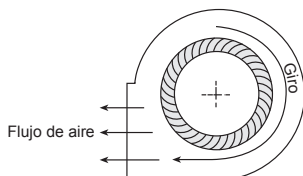

Figura 10
- c. Verifique el giro de la rueda activando momentáneamente la unidad y observe si el giro va en la misma dirección que el flujo de aire en la salida y si está en conformidad con la calcomanía de giro que se encuentra en el ventilador o consulte la Figura 10.